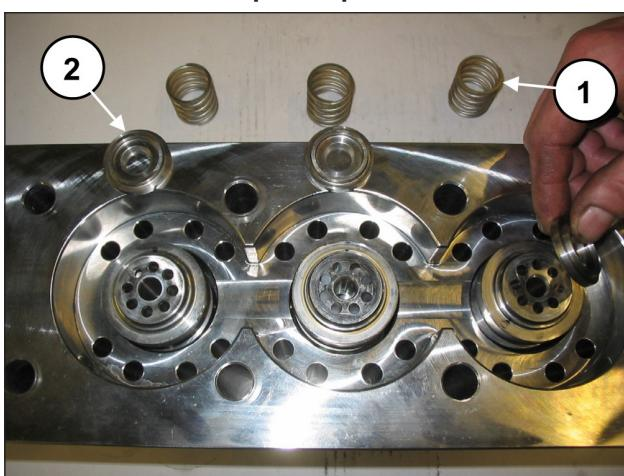

Fig. 101
Durante el desmontaje de las camisas es importante no perder los muelles de la válvula ni las válvulas planas (pos. ① y ②, Fig. 101), ya que al no estar bloqueadas podrían caerse.